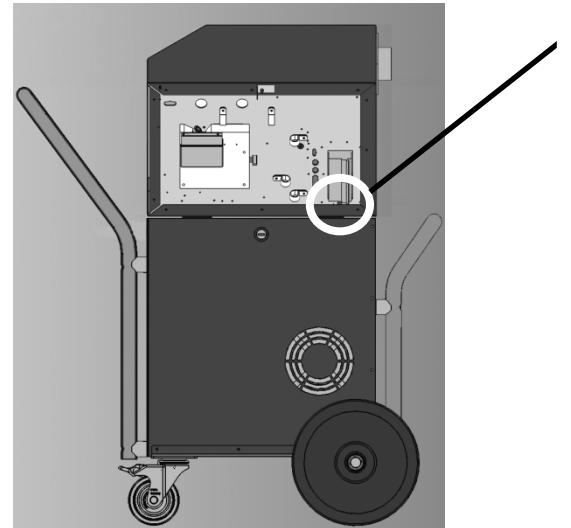

Bild 6
- USB-Speicher an USB-Buchse anschließen. Bild 6